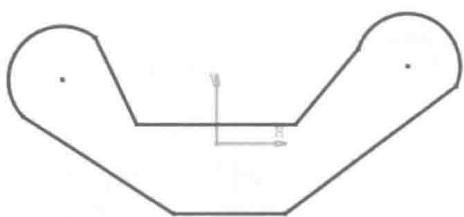

图 3.2 草图轮廓
Step2. 选取 xy 平面作为草绘平面，绘制图 3.2 所示的轮廓。